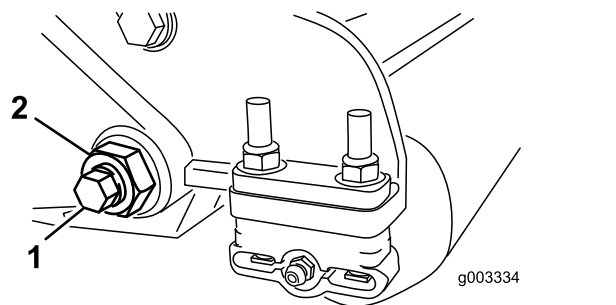
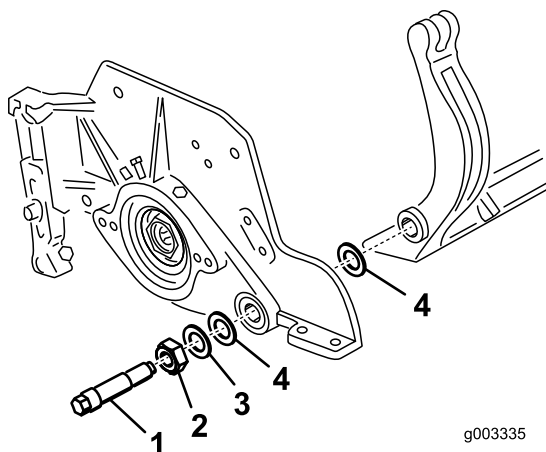

Bild 38
Bild 39
3. Lösen Sie an jeder Seite der Maschine die Sicherungsmutter, mit der die Schraube des Untermesserträgers befestigt ist (**Bild 38**).
Untermesserträger nach unten gezogen und von der Maschine entfernt werden kann (Bild 38). Bewahren Sie die zwei Nylonscheiben und die Scheibe aus gestanzten Stahl an jedem Ende des Untermesserträgers auf (Bild 39).